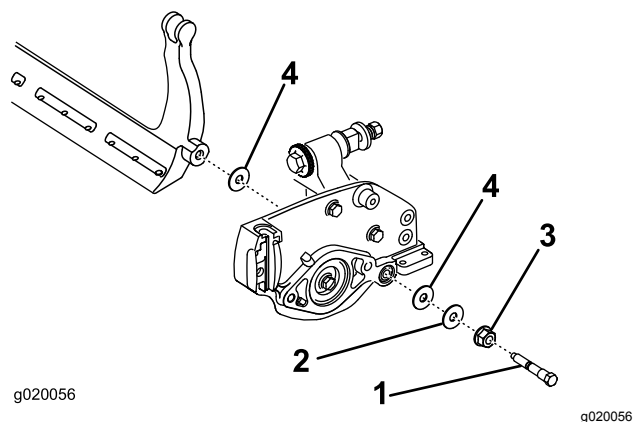

Figura 22
Considerate 2 rondelle in nylon e 1 rondella in acciaio su ciascun lato della barra di appoggio (Figura 22).
3. Collocate una rondella in nylon su ciascun lato della flangia di estremità della piastra laterale. Posizionate una rondella in acciaio all'esterno di ciascuna rondella in nylon (Figura 22).